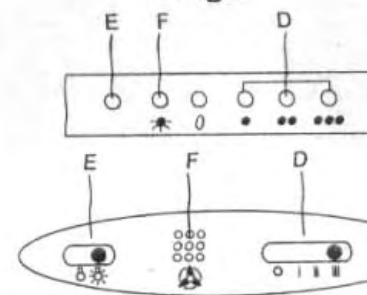

Fig.6
- 4-standen schakelaar voor de motor (stand 0, 1e, 2e en 3e snelheid) (Fig. 6 ref. D).
- controlelampje voor de motor (Fig. 6 ref. E)
- schakelaar voor de verlichting (Fig. 6 ref. E).